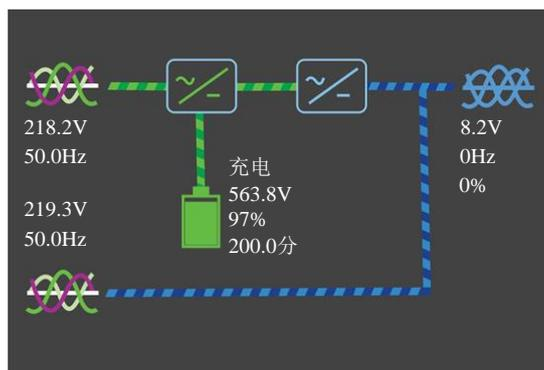

图5-2 整流器启动功率流图
3. 此时，系统已上电，UPS 内部散热风扇启动，整流器开始自检和启动。整流器进入正常运行状态后约 30 秒，整流器启动完毕。功率流图如图 5-2 所示。